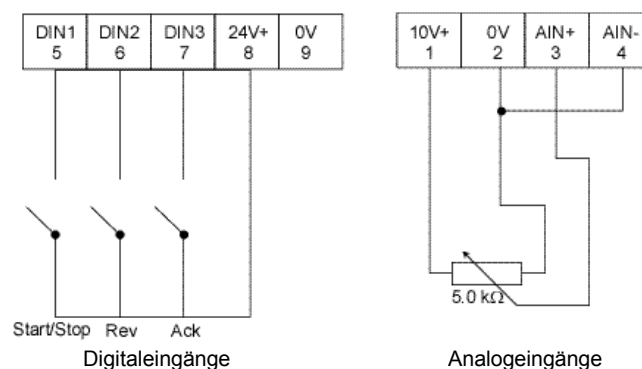

Bild 3-2 Basisbedienung mit dem SDP
- Die Klemmen sind so beschaltet, wie in Bild 3-2 gezeigt.